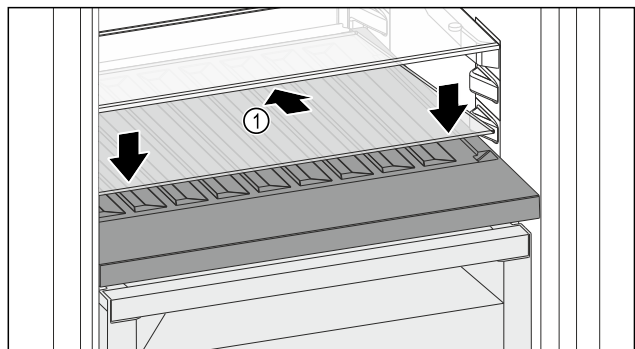

Fig. 120
- Glasplatte Fig. 120 (1) schräg und nach hinten unten geneigt ansetzen.
- Glasplatte Fig. 120 (1) vorne absenken.